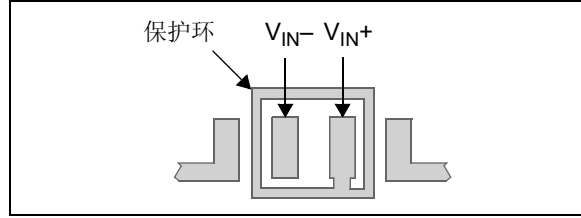

图 4-4: 保护环布局示例
为减小电路板表面泄露电流，最简单的方法是在敏感的引脚（或走线）外围设置保护环。保护环的偏置电压与敏感引脚的偏置电压相同。图 4-4 所示为这种布局的一个示例。
- 对于反相增益放大器（图 4-4）和跨阻增益放大器（将电流转换为电压的放大器，如光电检测器）：